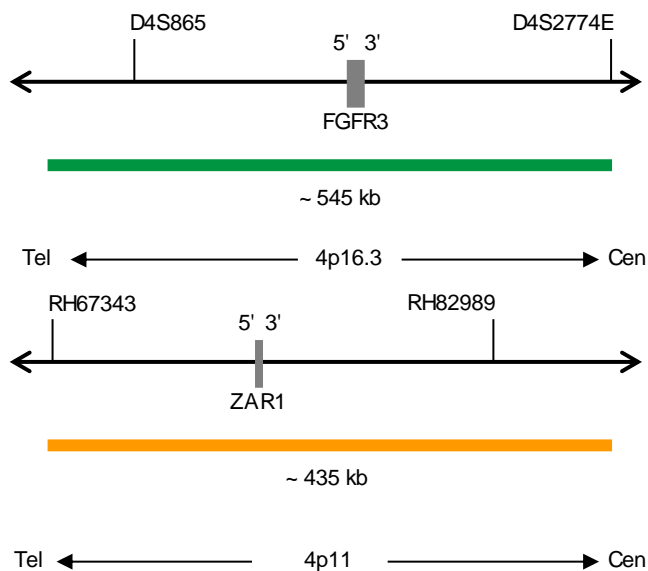

Abb. 1: Oben: SPEC FGFR3 Sondenlokalisierung; Unten: SPEC 4p11 Sondenlokalisierung (nicht maßstabsgetreu)
- ZyGreen (Anregung 503 nm/Emission 528 nm) markierten Polynukleotiden (~10 ng/μl), die gegen Sequenzen in 4p16.3* (chr4:1,531,083-2,073,649) gerichtet sind, welche die FGFR3-Genregion enthalten (siehe Abb. 1).
- ZyOrange (Anregung 547 nm/Emission 572 nm) markierten Polynukleotiden (~4,5 ng/μl), die gegen Sequenzen in 4p11* (chr4:48,329,914-48,762,386) gerichtet sind (siehe Abb. 1).